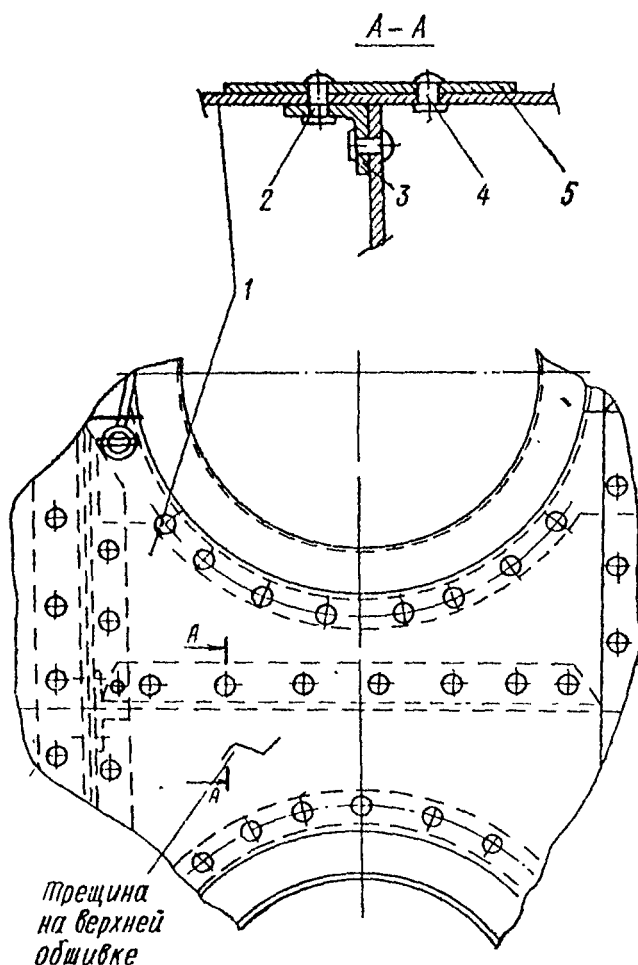

Рис. 4.34. Ремонт обшивки:
15. Трещины (зона III) в основном материале обшивки 9 зашлифуйте сверлом \varnothing 5 мм и установите усиливающую накладку (рис. 4.34).